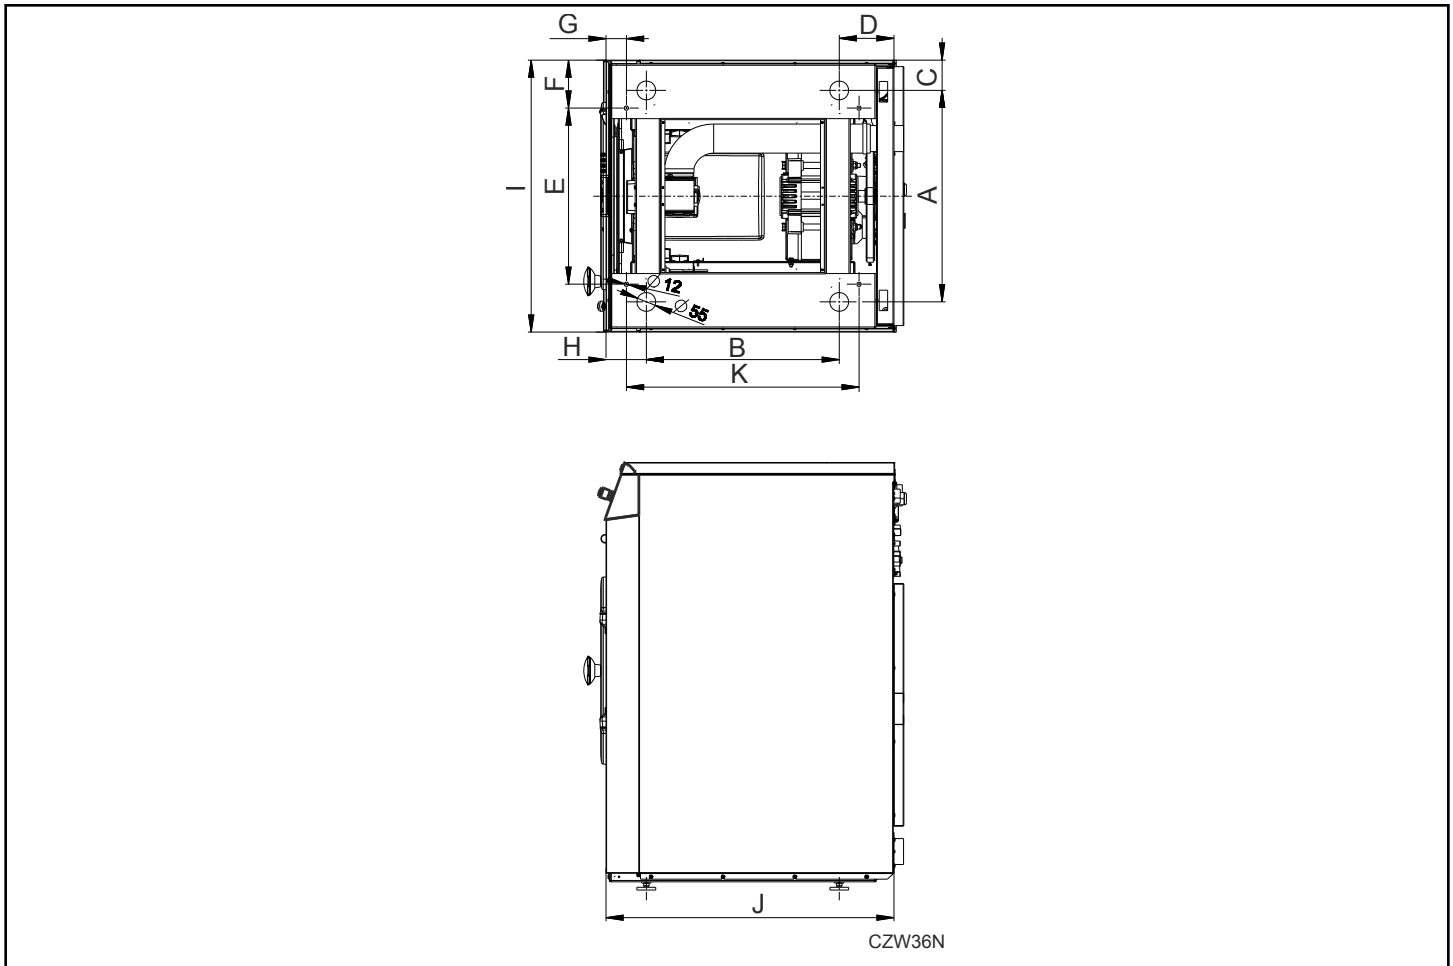

Abbildung 4
1. Bohren Sie 2 Löcher für die Verankerungsbolzen, siehe *Abbildung 4*. Der Lochdurchmesser in der Maschinenbasis beträgt 12 mm [0,47 Zoll].